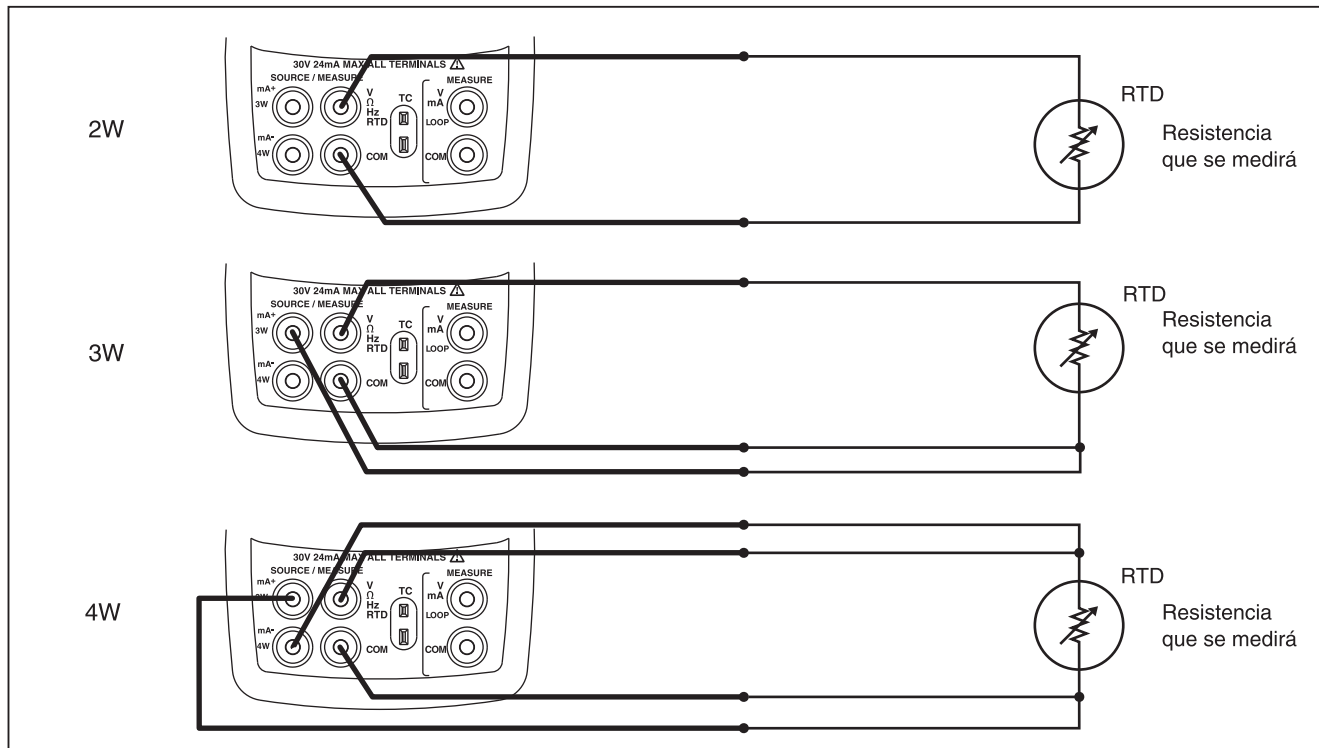

Figura 11. Medición de temperatura con un RTD, Medición de resistencia bifilar, trifilar y tetrafililar
3. Conecte el RTD a los terminales de entrada tal como se muestra en la figura 11.